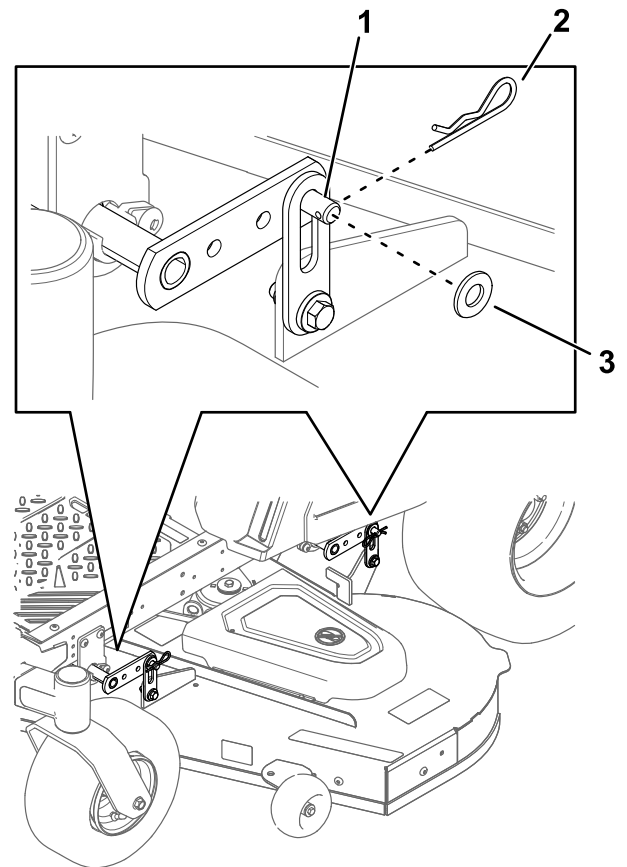

Figura 64
5. En las 4 esquinas de la carcasa, retire la chaveta y la arandela del pasador de la carcasa (Figura 64).
6. Levante la parte trasera de la carcasa de corte y sujete las pletinas de suspensión traseras a los pasadores traseros de la carcasa (Figura 64).
7. Sujete las pletinas de suspensión delanteras a los pasadores delanteros de la carcasa (Figura 64).
8. Sujete los pasadores de la carcasa con las chavetas y las arandelas que retiró anteriormente (Figura 64).